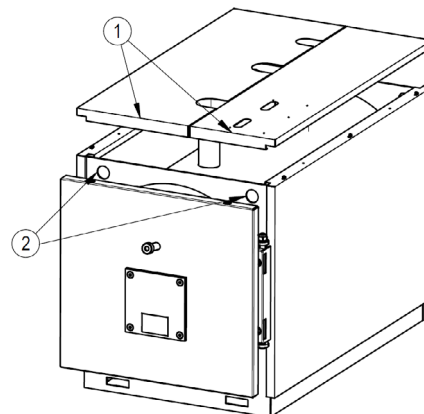

fig. 5
5.2.1 Para modelos **PREXTERM RSW 92N÷600N** (Fig. 5)